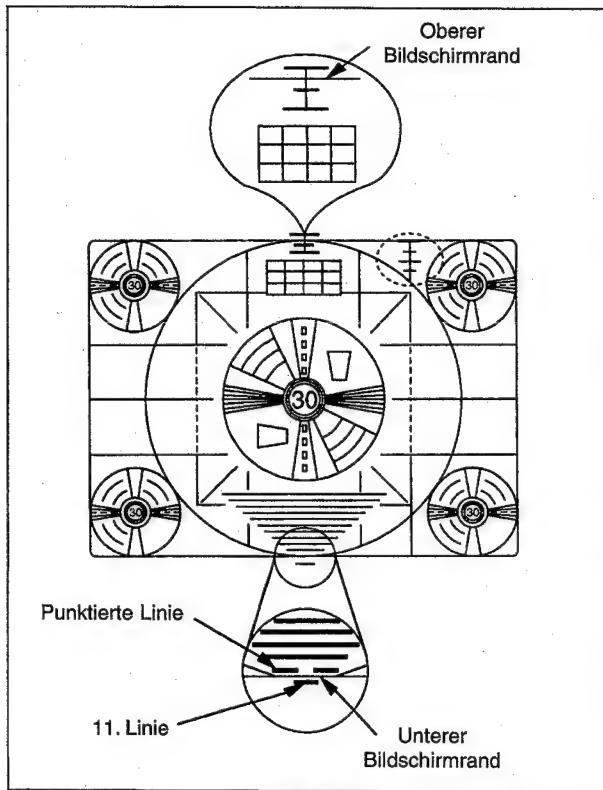

Abb. E5
- Mit den Pfeiltasten "◀" und "▶" den oberen und unteren Rand des Kreistestbildes entsprechend Abb. E5 einstellen.